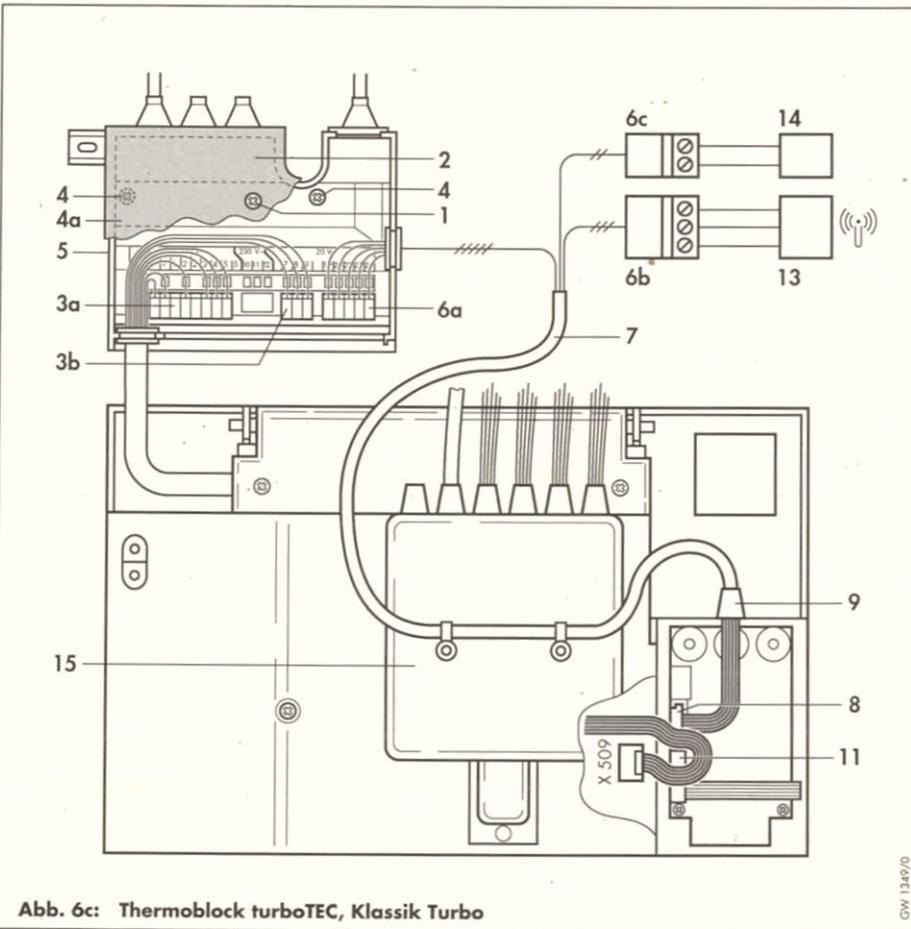

Abb. 6c: Thermoblock turboTEC, Klassik Turbo
- Blindabdeckung (1) entfernen. Hierzu die Laschen (2) vorsichtig aus den Rasten (3) herausdrücken und Blindabdeckung nach vorn abnehmen. Bei Thermoblock turboTEC und Klassik Turbo den Stecker (11, Abb. 6c, Seite 8) seitlich durch die Schaltkastenöffnung auf den Steckplatz (X509) stecken (Rückwand des Schaltkastens muß nicht geöffnet werden).
- Centralgerät (4) in umgekehrter Reihenfolge einbauen.
- Leitung (7) mit auf der einen Seite montiertem Stecker (8) auf dem Stecksocket des Centralgerätes einstecken. Die Stecker (6a, 6b, 6c) der anderen Seite der Leitung (7) wie folgt verwenden: Stecker (6a) im Anschlußkasten des Thermoblock einstecken. Am Stecker (6b) Anschluß des Außenfühlers VRC-DCF (13) vornehmen. Der Stecker (6c) bleibt unbeschaltet.
- Bei Thermoblock turboTEC und Klassik Turbo Abdeckung des Reglerbereiches aufclipsen und die Leitung mit den beiden Kabelbindern auf die Steckfeldabdeckung (15, Abb. 6c, Seite 8) aufstecken.
- Anschlußkastenabdeckung (2) aufsetzen und mit Schraube (1) festschrauben.